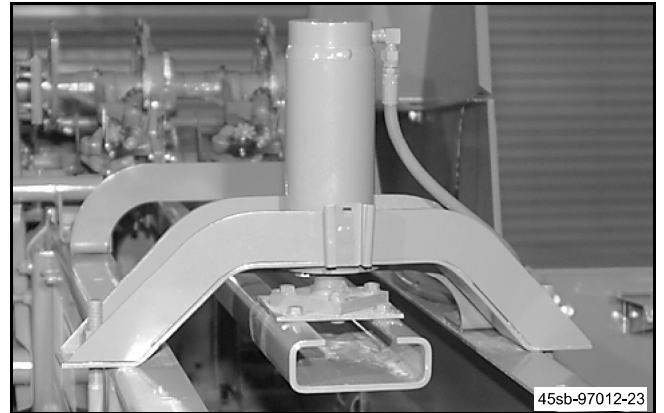

Figure 1
**Figure 1:** Ce kit commande hydrauliquement la densité de la balle. Le système de commande hydraulique de densité possède une pompe et un réservoir qui n'exigent pas de connexion au circuit hydraulique du tracteur.